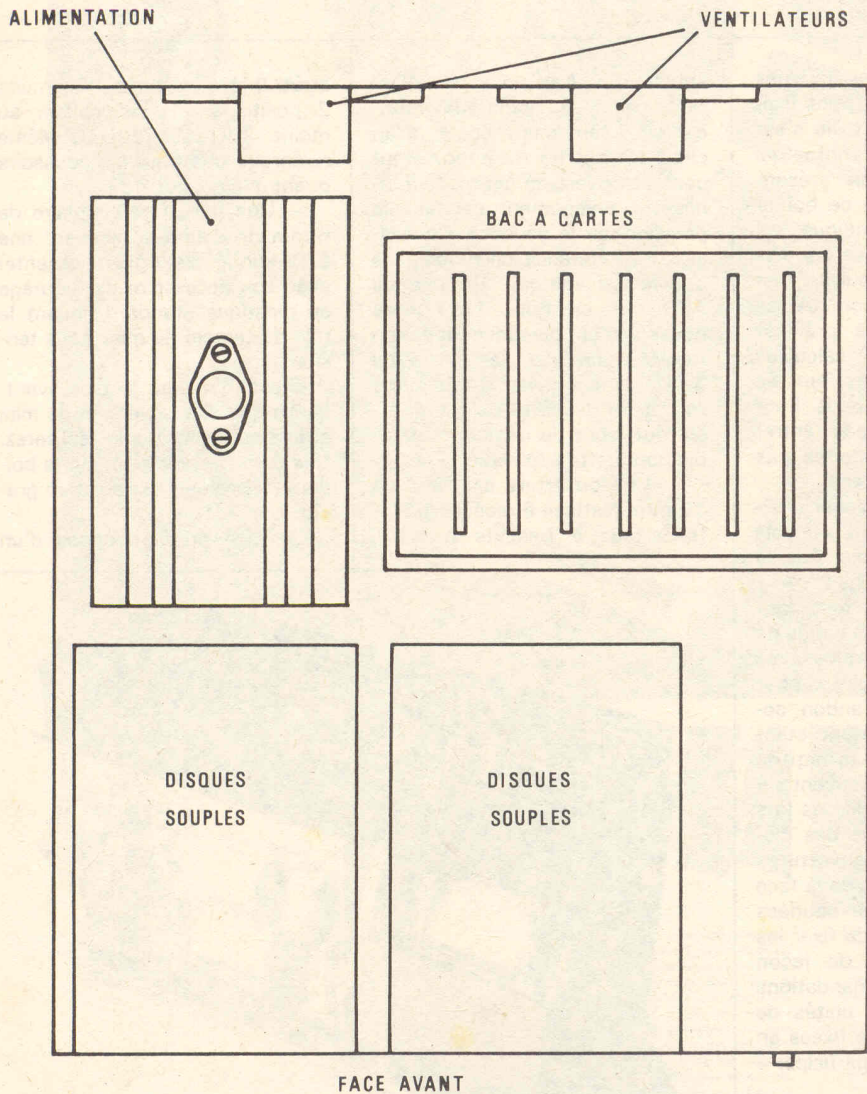

Fig. 2. - Disposition des éléments dans le boîtier (vue de dessus).
- Les unités de disques souples qui, bien que ne reposant pas directement sur le fond, « survolent » toute la partie avant (voir figure 2).